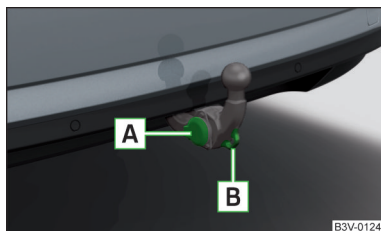

Fig. 315
- ▶ Abrir la tapa del enchufe y conectar el conector del remolque (del accesorio) en el conector de 13 polos **A** » fig. 315. (Si el remolque/accesorio dispone de un conector de 7 polos, usar una reducción correspondiente de los accesorios originales de ŠKODA).